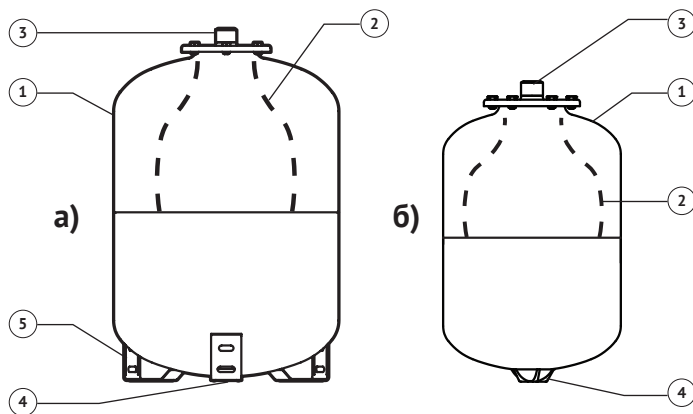

Рисунок 1 – Устройство расширительного бака
Баки вертикального типа (см. рисунок 1а) выпускаются с верхним расположением присоединительного фланца и с опорными ножками (поз. 5).
Подвесные расширительные баки (см. рисунок 1б) выпускаются без опорных ножек и могут быть установлены как в вертикальном, так и горизонтальном положении.
Регулировка давления воздуха осуществляется при помощи ниппеля, установленного под крышкой (см. рисунок 1, поз. 4), путем подкачки или выпуска воздуха при отсутствии теплоносителя в расширительном баке. Для подкачки воздуха используйте компрессор.
- 2 Не реже одного раза в год необходимо проверять давление воздуха в воздушной камере расширительного бака при помощи манометра, подключив его к ниппелю, находящемуся под крышкой (см. рисунок 1, поз. 4).